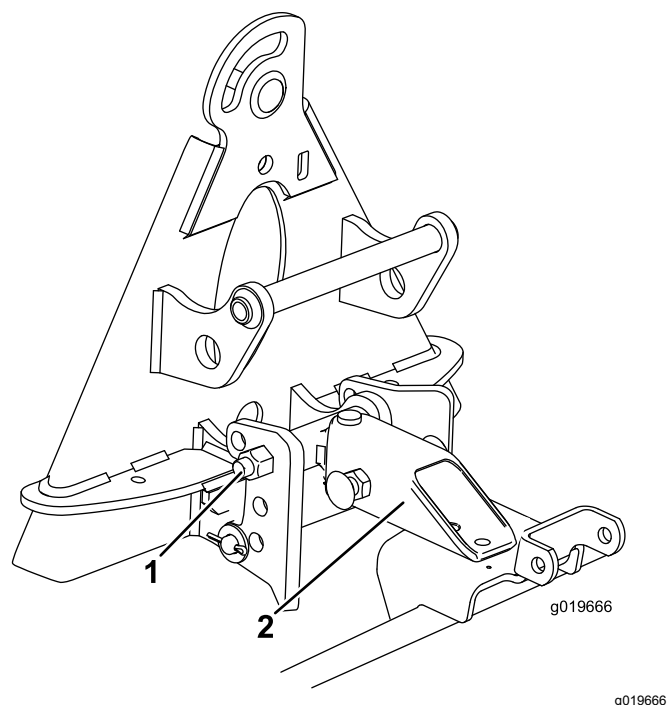

Figura 13
1. Montate il gruppo di attacco nei fori superiori della staffa d'arresto (Figura 13).
2. Allineate il lato più lungo del timone verso il basso e montatelo sul lato superiore del gruppo supporto (Figura 13).